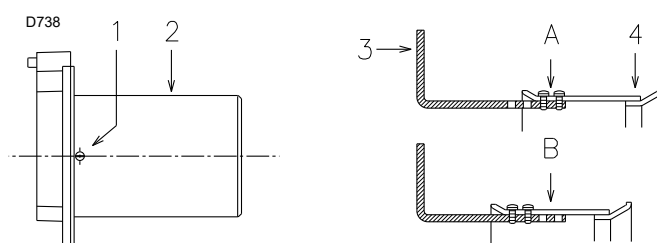

Fig. 12
- Desenroscar los tornillos 1)(Fig. 12) y desmontar el tubo llama 2).
- Desplazar la fijación de la varilla 3)(Fig. 12) de la posición A a la B, haciendo retroceder así al obturador 4).
- Montar nuevamente el tubo llama 2)(Fig. 12) y los tornillos 1).